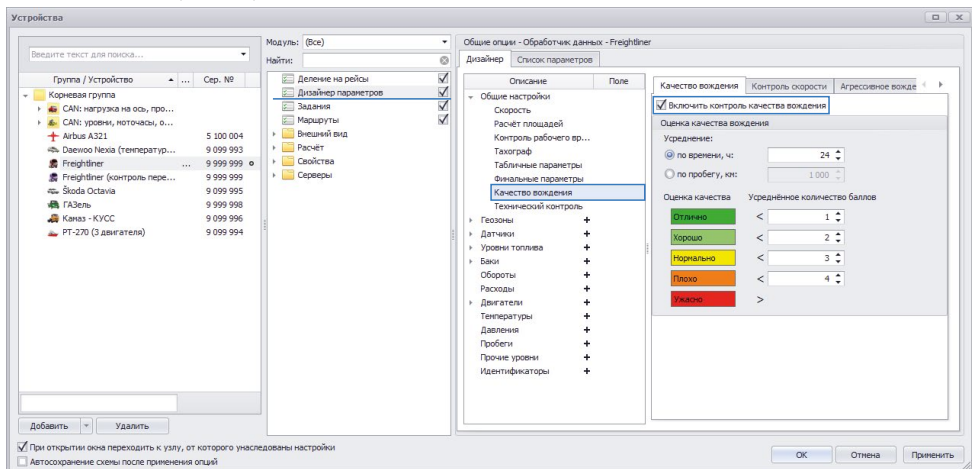

Рис.12. Включение режима контроля качества вождения в диспетчерской программе.
Для того чтобы программа «АвтоГРАФ 5 ПРО» выставляла штрафные баллы за нарушение скоростного режима, необходимо перейти в меню настроек контроля качества вождения, затем на вкладку «Контроль скорости» и установить галочку напротив настройки «Включить контроль скорости» (Рис.12, п.1). Далее выполните следующие настройки:
- В таблицу «Контроль превышения скорости» (Рис.12, п.2) введите диапазон **отклонения скоростей от порога** и соответствующие штрафные баллы, которые будут начисляться, если отклонение скорости ТС от максимального порога находилось в этом диапазоне. Например, если скорость ТС превысила порог на 23 км/ч, то согласно настройкам на Рис.12 транспортному средству будет начислено 2 балла за каждую единицу времени превышения.
- При нарушении нижнего порога допустимой скорости, т.е. когда скорость ТС меньше допустимой минимальной скорости, отклонение скорости от порога будет отрицательным. Поэтому для начисления штрафных баллов при низкой скорости необходимо задать диапазон отрицательных скоростей. Например, согласно настройкам на Рис.12, если скорость ТС будет
- Конечная точка последнего диапазона может отсутствовать. В этом случае все отклонения, превышающие первую точку последнего диапазона будут относиться к этому диапазону. Например, на **Рис.12** последний диапазон не имеет конечной точки. Это означает, что за все отклонения скорости от максимального порога на более 60 км/ч будет начислено 4 штрафных балла за единицу времени.
- Штрафные баллы начисляются за единицу времени. Для каждого типа нарушения задается отдельная единица времени. За нарушения скоростного режима данная настройка задается в строке «Единица времени, с» (**Рис.12, п.3**). При настройках, приведенных на **Рис.12**, заданное количество штрафных баллов будет начисляться за каждые 60 секунд нарушения скорости, например за превышение скорости на 34 км/ч в течение 1,5 минут (90 секунд) будет начислено 4,5 штрафных балла (3 балла за 60 секунд и 1,5 балла за 30 секунд).